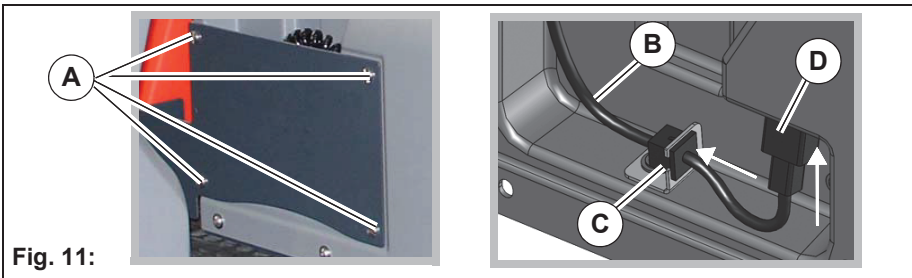

Fig. 11:
1. Løsne skruene på dekselet **Fig. 11-A** med vedlagte unbrakonøkkel og fjern dekselet.
2. Før kabelen fra støpselet **Fig. 11-B** gjennom åpningen i vinkel **Fig. 11-C**. Pass på at siden av trekkavlastningen uten rastapp viser fremover til åpningen.
4. Sett strøpstøpselet **Fig. 11-D** rett og fast inn i opptaket.